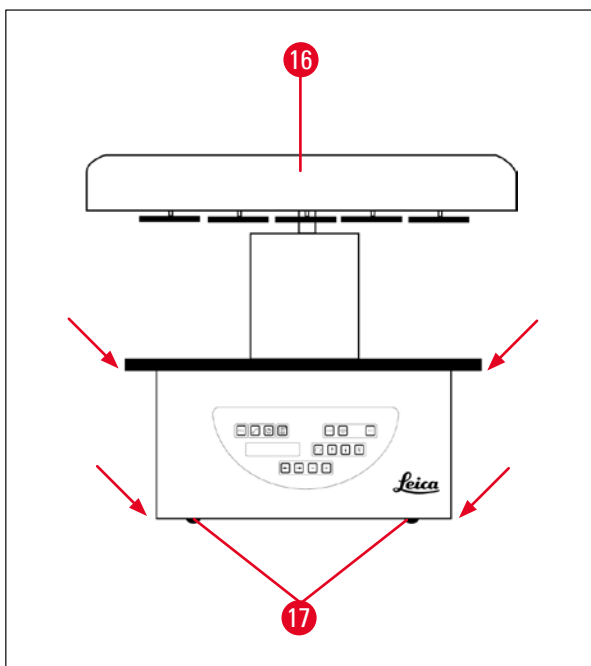

Fig. 12
- Apparatet løftes op ved at tage fat i reagensbeholderplatformen eller den nederste del af kabinettet (→ Fig. 12) og løfte det op fra bundpladen (→ Fig. 11-10).